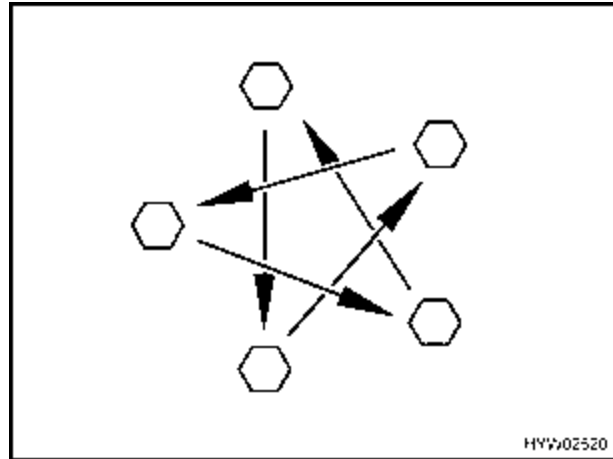

Fig. 207 Apretar las tuercas o los tornillos de la rueda en forma de cruz
- Comprobar periódicamente que las tuercas o tornillos de las ruedas estén firmemente apretados. Reajustar en forma de cruz (Fig. 207) las tuercas o tornillos después de cambiar una rueda, al cabo de 50 km.
- ▷ Apretar en forma de cruz las tuercas o los tornillos de la rueda (Fig. 207).